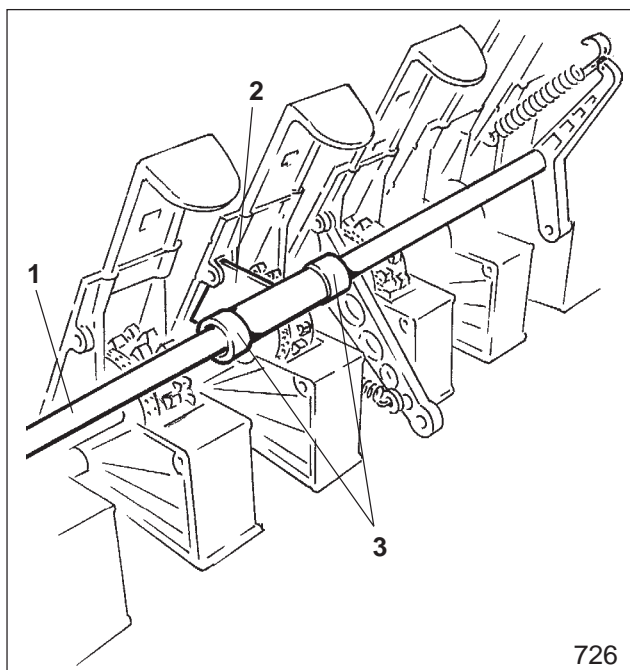

Fig. 18.29
- Vorgelegewelle (Fig. 18.29/1) hochklappen. Dabei ist eine Halterung (Fig. 18.29/2), die die Vorgelegewelle axial sichert, in die Aussparung eines Sägegehäuses zu schieben. Halterung axial mit Stellringen (Fig. 18.29/3) sichern.